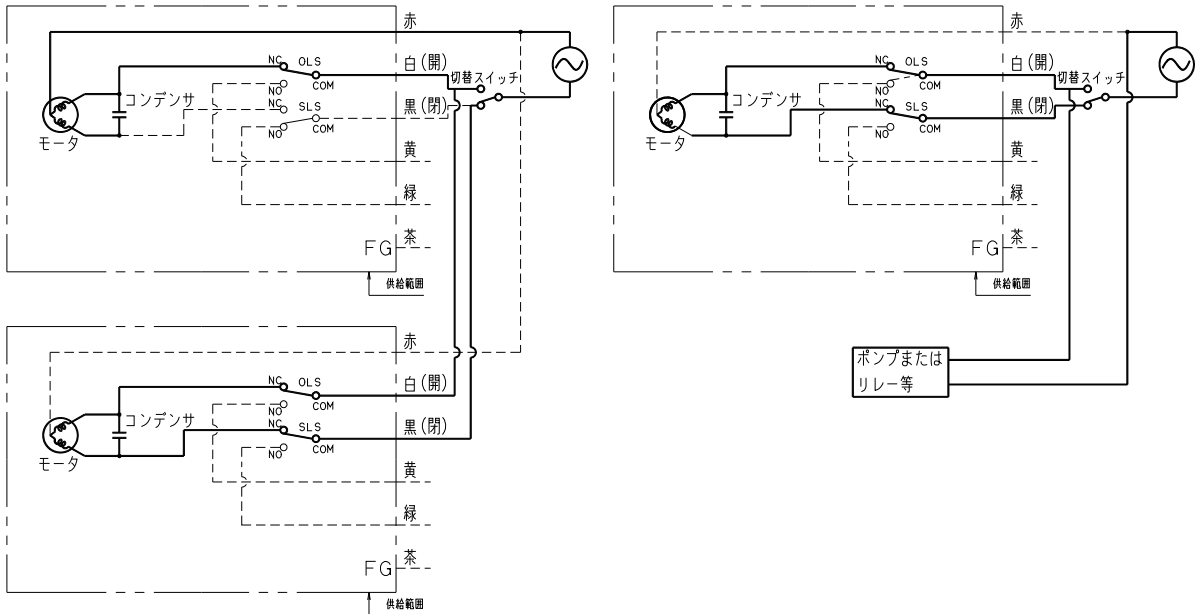

図 17
- 開閉スイッチ1個で本製品を2台以上同時に運転する並列接続、ポンプなどの並列接続は絶対に行わないでください。並列接続を行うと、図17のような異常電流が流れ、アクチュエータの破損、故障の原因となります。